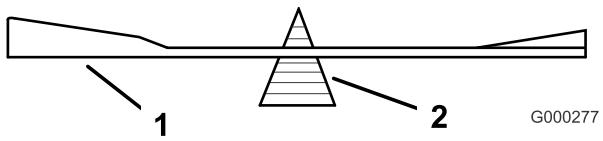
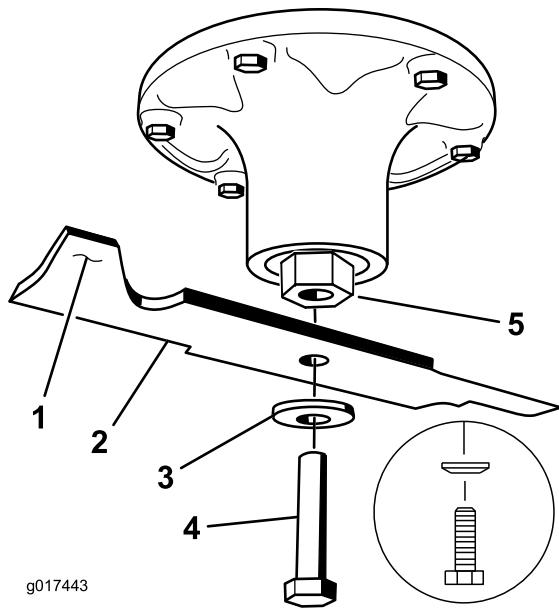

図 80
図 81
2. ブレードバルサー図80を使ってバランスを調べる。ブレードが水平に停止すればバランスがとれているからそのまま使用してよい。もし傾くようなら、重い方の裏面を少し削って調整する図81。バランスがとれるまで調整する。
2. ブレード、スプリングディスク、ブレードボルトを取り付ける。スプリングディスクは、円錐部をボルトの頭に向けて取り付ける図81。各ブレードボルトを 115-150 N·m(11.815.2kg·m = 85-110ft·lb)にトルク締める。